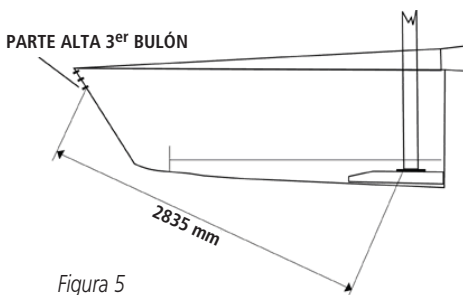

Figura 5
► El próximo paso es poner el mástil en la posición adecuada en la carlinga. Poner la punta de la cinta métrica en la parte de arriba del tercer bulón de la landa de proa y medir 2.835 mm hasta la cara de proa del mástil en intersección con la carlinga. (Ver figura 5)